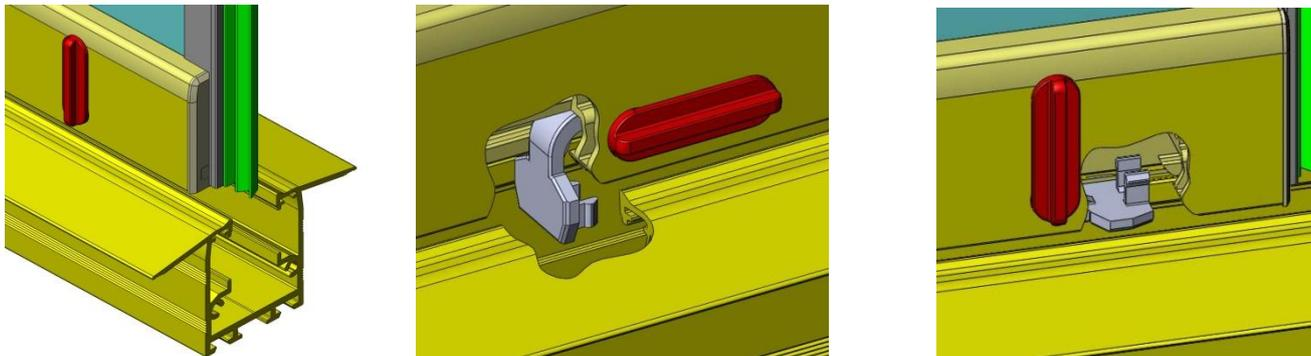

Figura 29
- Si queremos abrir la hoja, solo tenemos que girar la palanca 90° en sentido contrario a las agujas del reloj (figura 29).